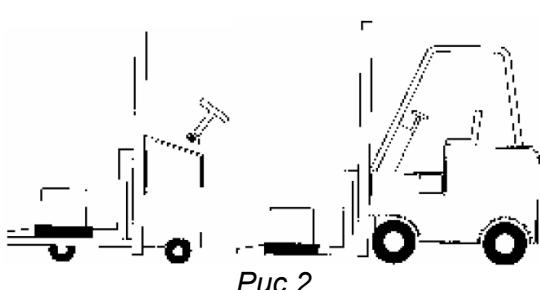

Рис.2
- 1. Для транспортировки до места назначения, производящееся до вскрытия упаковки, используйте подъемное устройство (Рис. 2)**